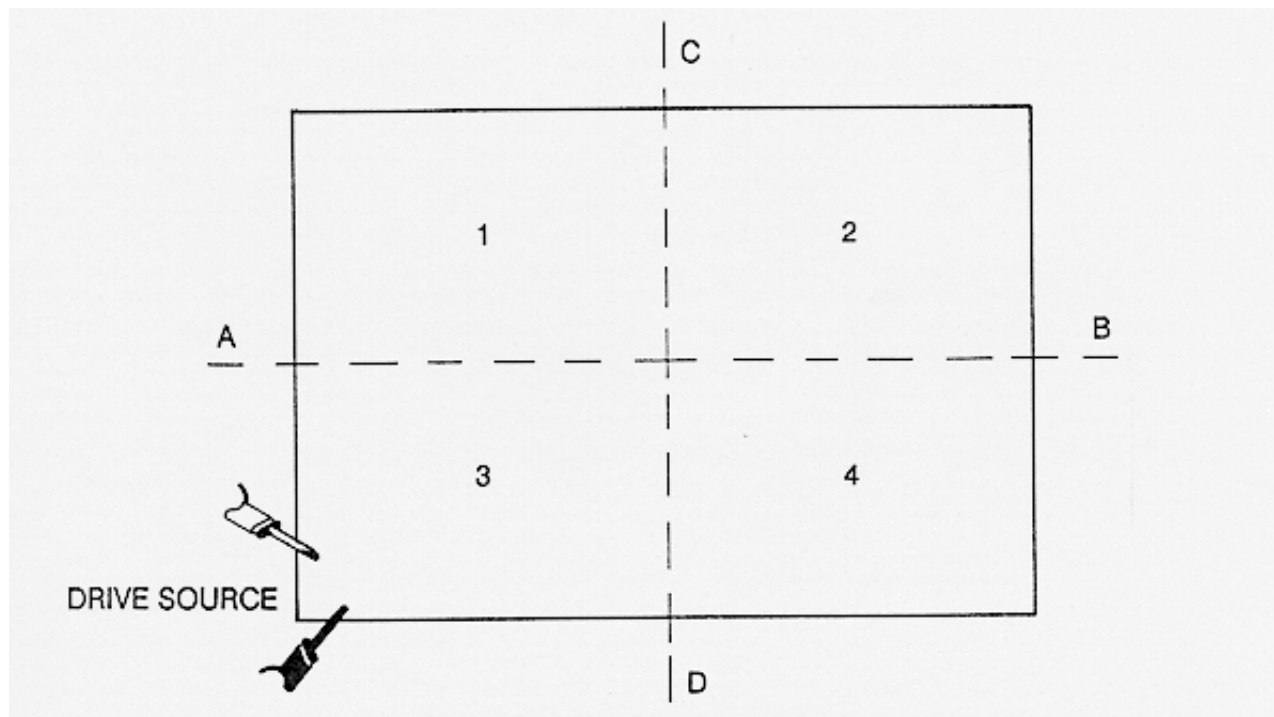

Abb. 6-1 Board Sectoring
1. Die Platine wird zuallererst in vier Sektoren geteilt (s. Abb. 6-1).